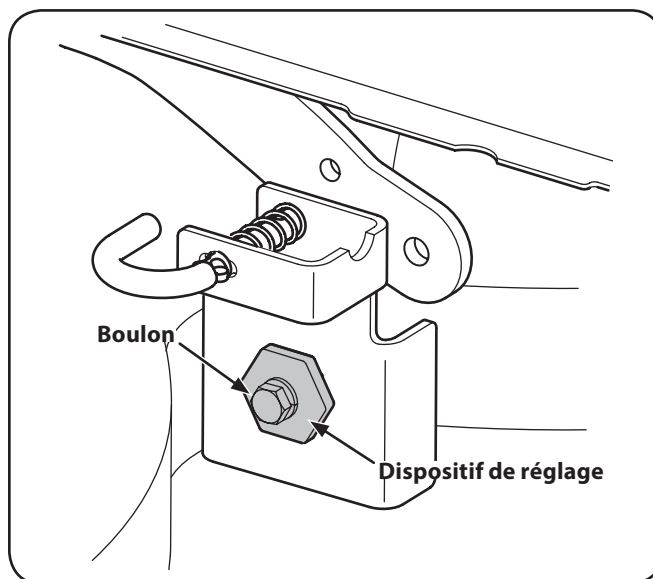

Figure 6-5
3. Desserrez, sans retirer, le boulon fixé au support gauche du plateau de coupe. Voir Figure 6-5.
4. À l'aide d'une clé, tournez le dispositif de réglage pour relever ou abaisser le côté gauche du plateau de coupe. Voir Figure 6-5.